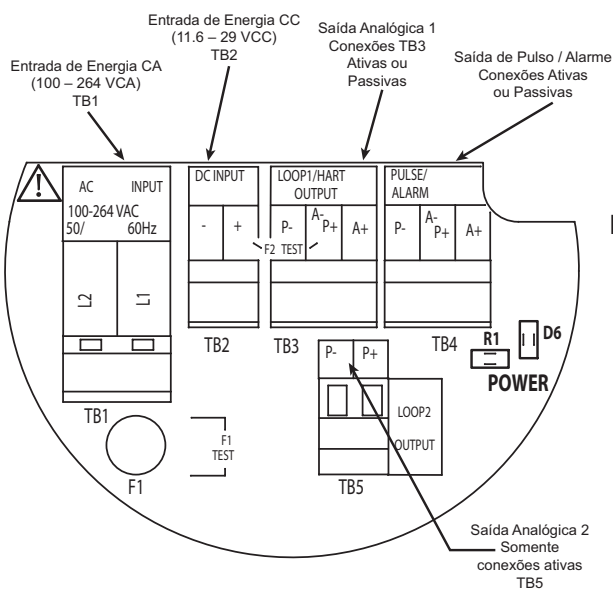

Figura 8
O instrumento tem conexões de fiação separadas para CA (100 a 260 VCA) e CC (11.6 a 30 VCC). As conexões de fiação elétrica CA são feitas para o bloco de terminais TB1. As conexões CC são feitas para o bloco de terminais TB2. Consulte a figura 8.
4. Conecte as guias de energia aos terminais apropriados. Consulte a Figura 8.
Conexão Ativa — Use a conexão ativa quando o TA2 estiver fornecendo energia para o sinal de 4-20 mA. Use conexões A- e A+ (veja a figura 8). A conexão ativa acionará uma resistência de alça de 1000 Ohms.
Conexão passiva — Use uma conexão passiva quando uma alimentação de energia externa ou o sistema de controle forem usados para energizar a alça de 4-20 mA. Use as conexões P- e P+ (veja a figura 8). A resistência depende da alimentação de energia fornecida pelo cliente.
Saída de Pulso/alarme — Use a conexão ativa quando o TA2 estiver fornecendo energia para a saída de pulso/alarme. Use conexões A- e A+ em TB4 (veja a figura 8).